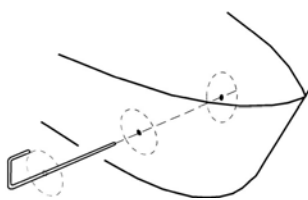

Fig. 16
- Fare passare lo strumento per contrassegnare il profilo del tunnel (non fornito) attraverso i fori praticati e segnare il diametro esterno del tunnel sullo scafo (Fig. 16).